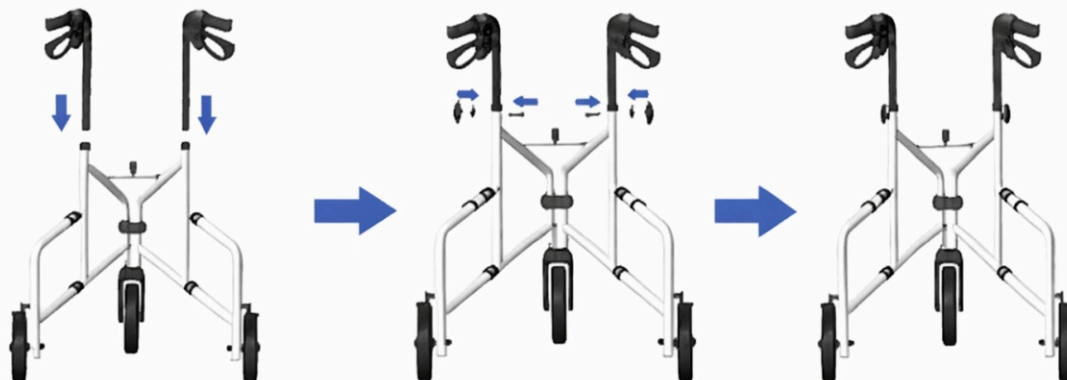

Figure 4
Étape 3 (comme illustré à la Figure 4) : Prenez l'ensemble de tube d'accoudoir gauche (2) et l'ensemble de tube d'accoudoir droit (4), et insérez-les dans les tubes d'accoudoir extérieurs de l'ensemble de cadre principal (1). Sélectionnez les trous de hauteur d'accoudoir appropriés. Insérez le boulon hexagonal M6×30 (12) à travers le tube d'accoudoir extérieur de l'ensemble de cadre principal (1). Installez l'écrou étoile M6 avec rondelle courbée (15) sur le boulon hexagonal M6×30 (12) et serrez-le.